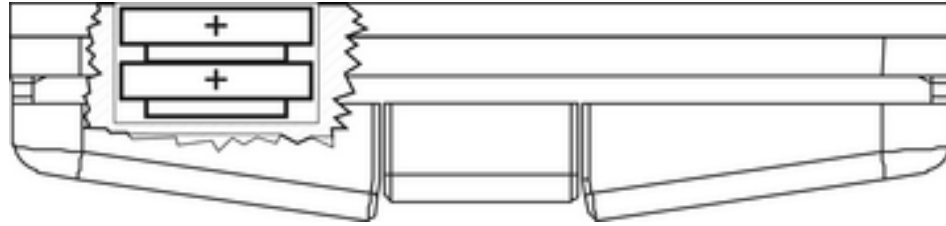

Figure 6: Insérer des batteries
- Insérer des batteries neuves dans le logement des batteries. Lors de cette opération, veiller à ce que la polarité soit correcte : le pôle plus des batteries doit se situer en haut (figure 6).